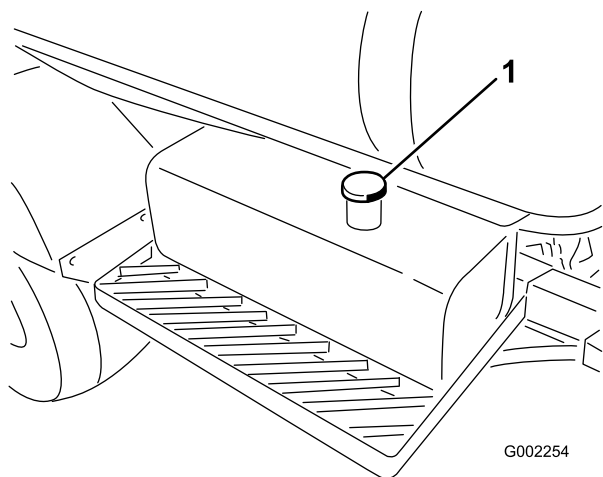

図 58
3. 油圧オイルタンクの注油口周辺をきれいに拭き、キャップを外す (図 58)。